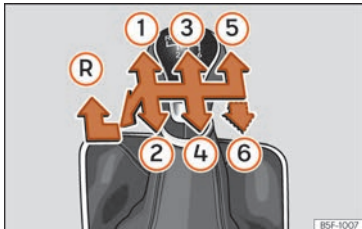

Abb. 51 Schaltschema bei einem 5-Gang bzw. 6-Gang Schaltgetriebe
Auf dem Schalthebel sind die Positionen der einzelnen Fahrgänge dargestellt » » **Abb. 51**.
- Schalthebel auf Leerlauf stellen und nach unten drücken, ganz nach links und dann nach vorne schieben, um den Rückwärtsgang » » **Abb. 51** (R) einzulegen.